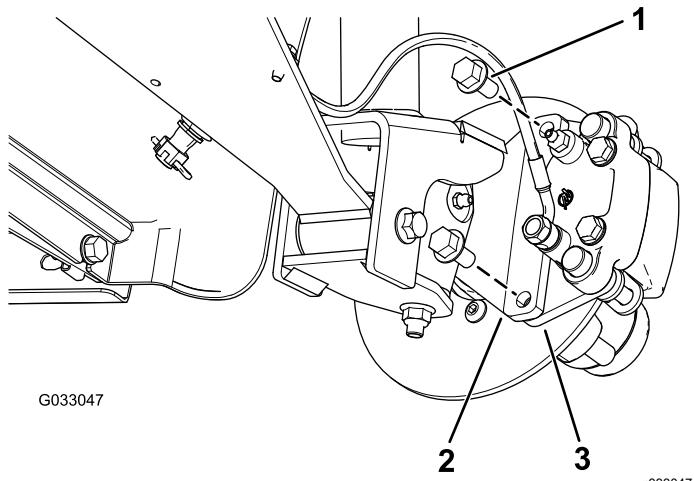

Figura 29
3. Togliete i bulloni a testa flangiata ( $\frac{3}{8}$ " x  $\frac{3}{4}$ ") che fissano la staffa del gruppo del freno al mandrino e separate il freno dal mandrino (Figura 29).
2. Allineate le pastiglie dei freni su ciascun lato del rotore (Figura 29) e i fori sulla staffa della pinza con i fori sul supporto del freno del telaio del mandrino (Figura 33).
3. Fissate la staffa del calibro al telaio del mandrino (Figura 29) utilizzando i 2 bulloni a testa flangiata ( $\frac{3}{8}$ " x  $\frac{3}{4}$ ").